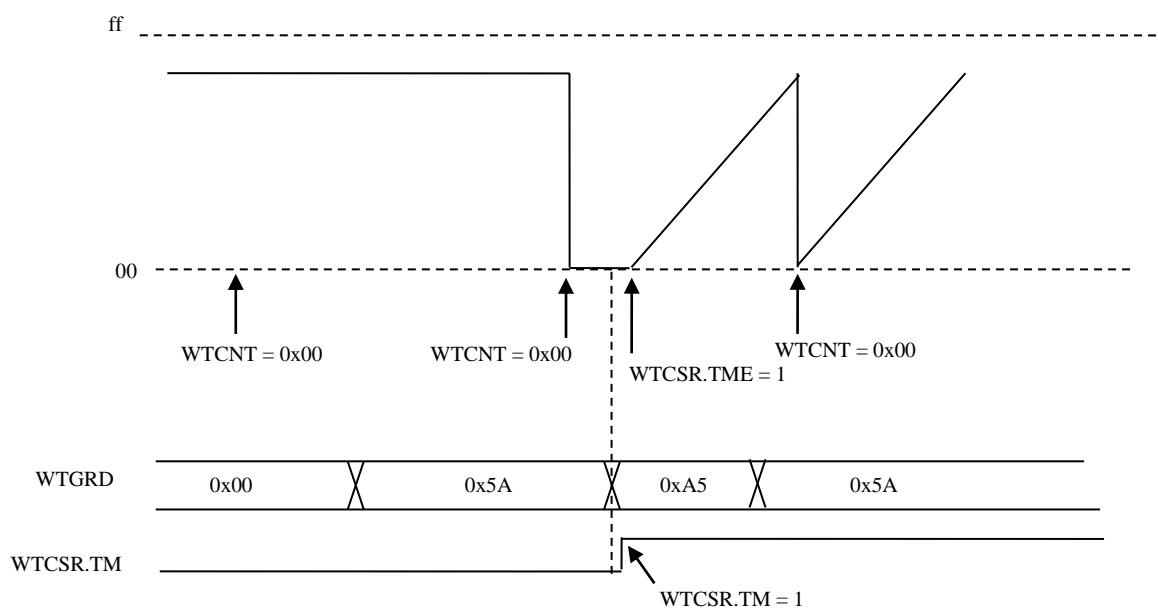

図 16-6 WTCNT レジスタと WTCSR レジスタへのライト
- WTGRD レジスタに 0x5A をライトしてから、WTCNT レジスタにライトしてください。図 16-6 に、WTCNT レジスタに 0x00 をライトする場合を示します。
- WTGRD レジスタに 0xA5 をライトしてから、WTCSR レジスタにライトしてください。図 16-6 に、WTCSR.TM ビットと WTCSR.TME ビットに 1 をライトする場合を示します。